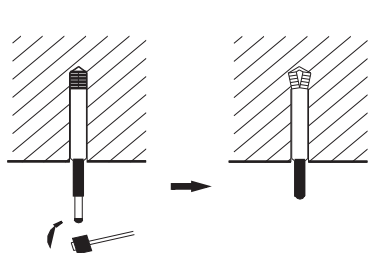

Рис. 3
- 1) Вставить в отверстия дюбели М10 и забить в дюбели гвозди. Расположение отверстий показано на схеме габаритных размеров блока и на рис. 3.